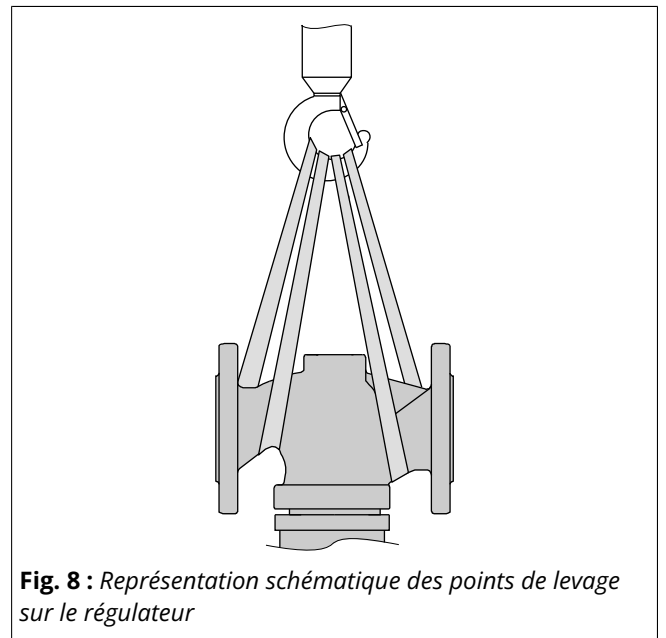

Fig. 8 : Représentation schématique des points de levage sur le régulateur
- ⇒ Utiliser un crochet doté d'une fermeture sécurisée pour supporter l'appareil afin d'empêcher les dispositifs d'arrimage de glisser hors du crochet au cours du levage et du transport, cf. Fig. 8.
1. Fixer une élingue sur chaque bride du corps et sur le support (p. ex. crochet) de la grue ou du chariot élévateur, voir Fig. 8.